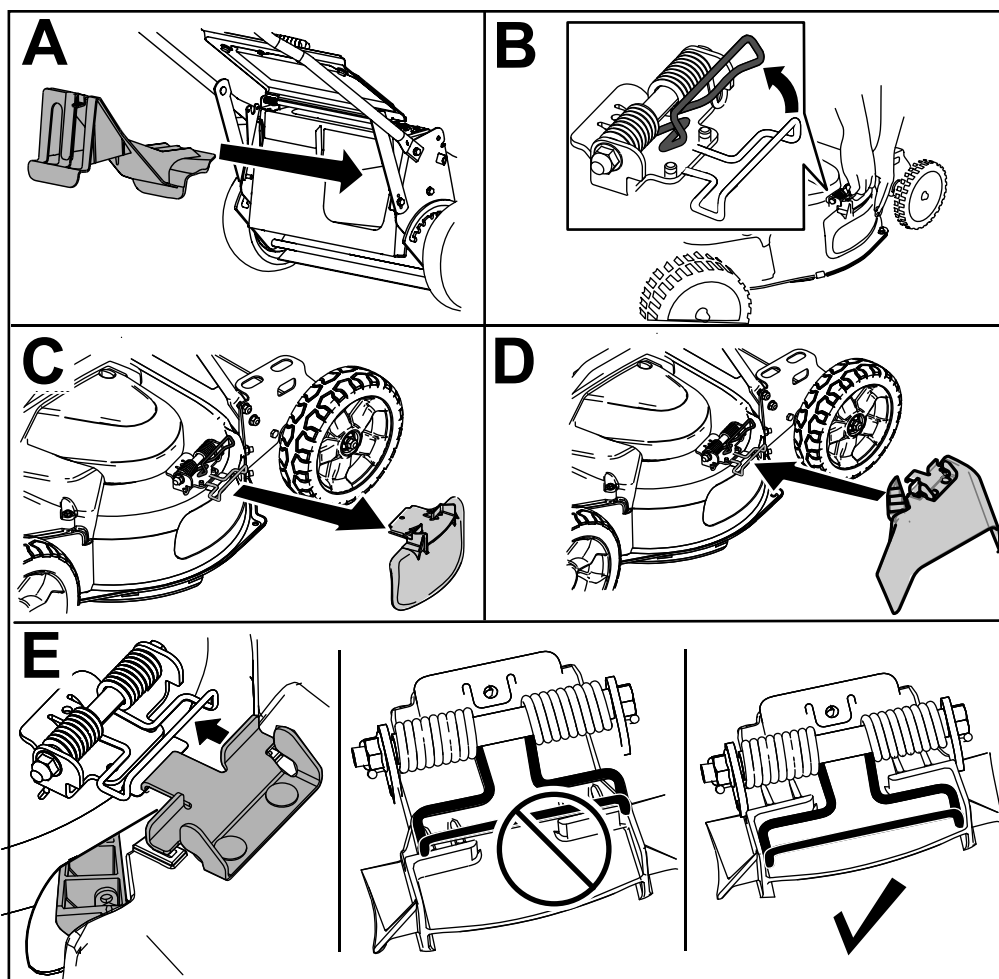

Figura 22
3. Introduceți capacul posterior de evacuare (A din Figura 22).
4. Demontați deflectorul de evacuare laterală trăgând în sus arcul care fixează deflectorul la poziție i demontând deflectorul (B i C din Figura 22).
5. Instalai jgheabul de evacuare laterală trăgând de arc în sus, amplasând jgheabul peste deschidere i coborând arcul peste arcurile din partea de sus a jgheabului de evacuare laterală (D i E din Figura 22).